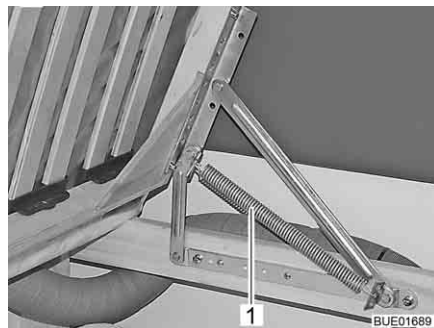

Fig. 76 Cama fija
- Levantar el somier. Los resortes (Fig. 76,1) retendrán el somier en la posición abierta.